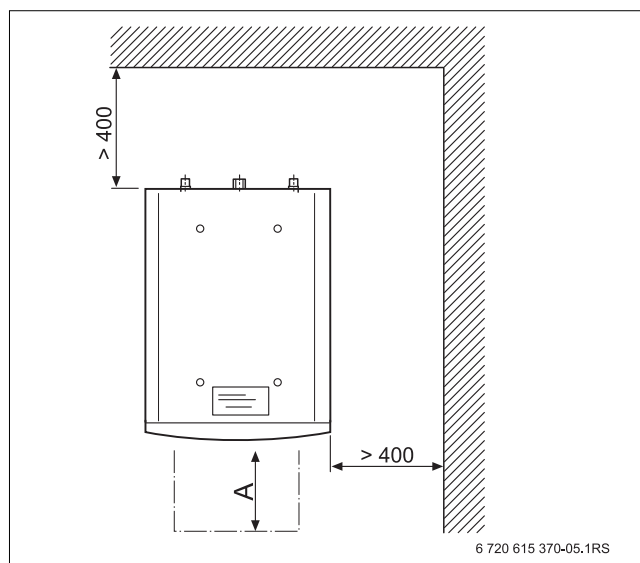

Fig. 5 Distancias mínimas a la pared (en mm)
Al emplazar el acumulador de agua caliente, deberán tenerse en cuenta las distancias mínimas para el montaje y el mantenimiento (→ fig. 5). Respete también las distancias mínimas de montaje de la caldera. Para el intercambio del ánodo de magnesio (durante mantenimientos) se necesita suficiente espacio libre (→ tab. 5, pág. 5) delante del acumulador de agua caliente.
- ▶ Respete las distancias mínimas a la pared (→ fig. 5).